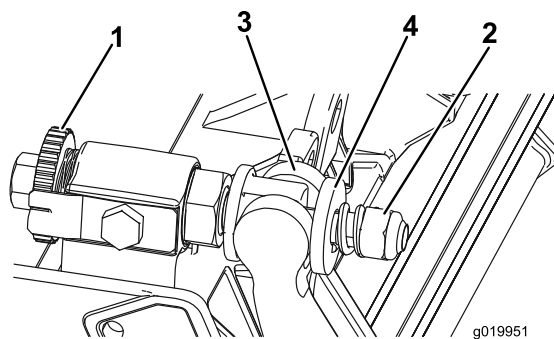

Figure 25
2. Faites sortir l'écrou de tension du ressort jusqu'à ce que la rondelle ne soit plus tendue contre la barre d'appui (Figure 25).
1. Tournez les vis de réglage de la barre d'appui dans le sens antihoraire pour éloigner la contre-lame du cylindre (Figure 25).